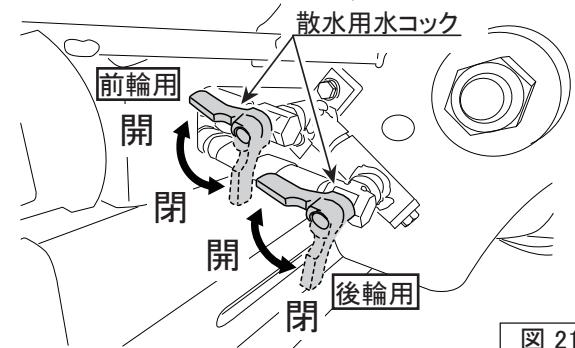

図 21
- 散水作業を行う時は、水コックを開いてください。水コックは前側ドラム用と後側ドラム用の2か所あります。(図21)